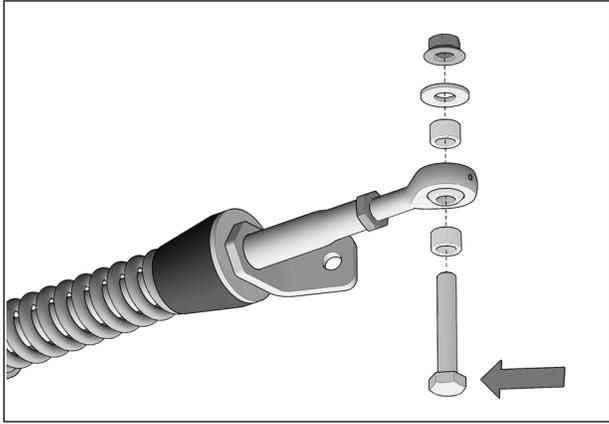

Fig. 16
3. Retirer les boulons, rondelles, espaceurs et écrous installés aux rotules des bras stabilisateurs des systèmes avant. Voir la Fig. 16